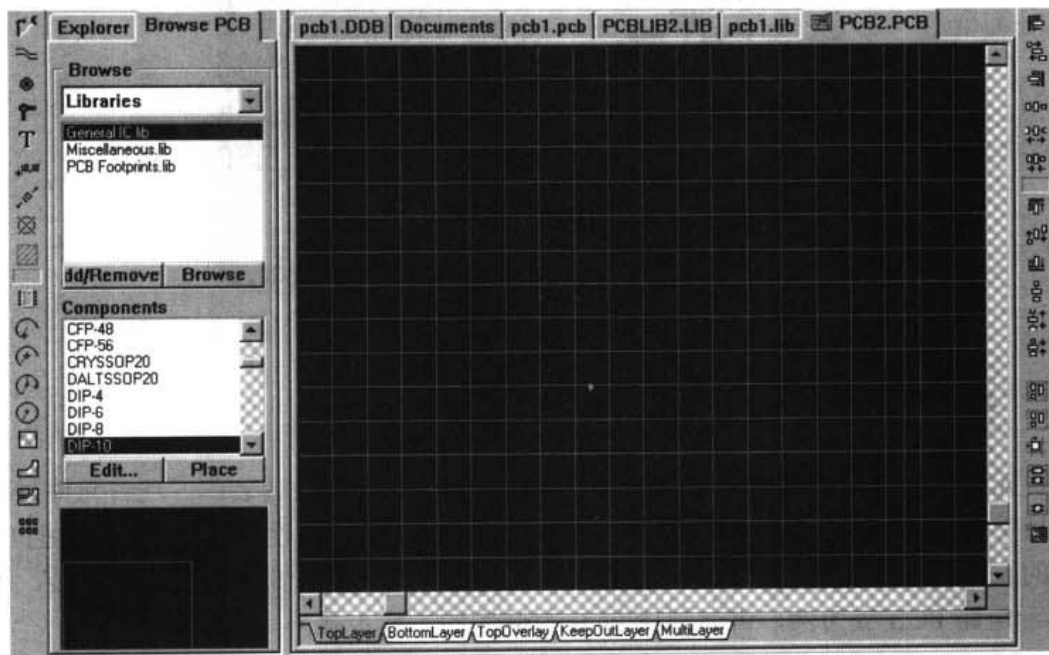

图 17-23 进入 PCB2.PCB 编辑界面
- (1) 打开设计的 PCB 板电路或者执行命令 File|New|PCB Document，出现如图 17-23 所示的 PCB2.PCB 窗口。